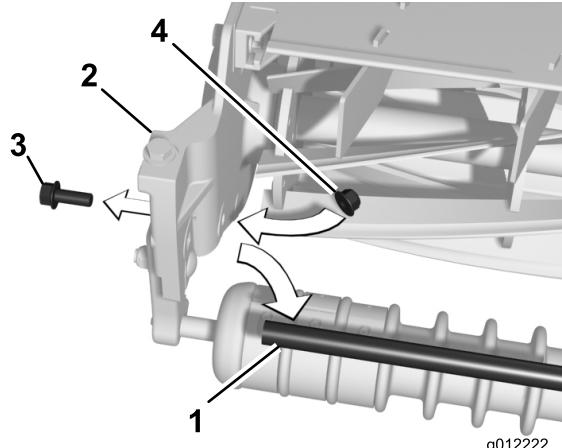

Bild 11
1. Schrauben Sie die zwei Bundkopfschrauben heraus, mit denen das Stützrohr an den Seitenplatten der Schneideeinheit befestigt ist (Bild 11). Entfernen Sie das Stützrohr.
2. Befestigen Sie die Bundkopfschrauben mit den zwei beiliegenden Sicherungsbundmuttern (3/8") an den Seitenplatten der Schneideeinheit (Bild 11).